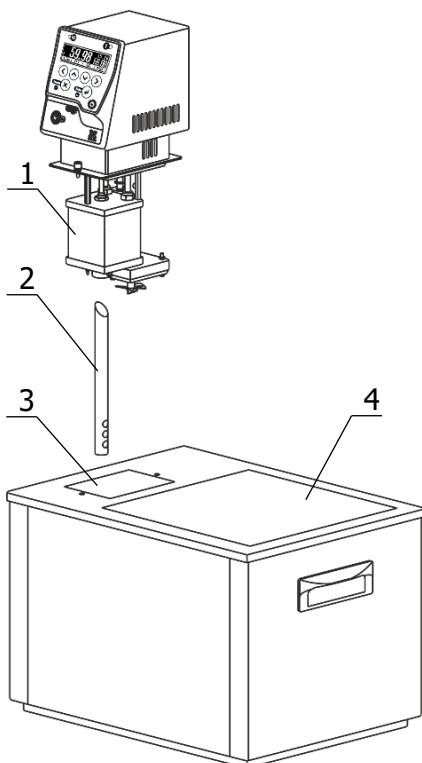

Рисунок 2 — Установка блока регулирования
2.2.3 Вставить выходную трубку 2 (рисунок 2) косым срезом до упора в резервуар 1 так, чтобы выходные отверстия трубы были направлены на переднюю стенку внутренней ванны, как показано на рисунке 3, и зафиксировать трубку винтом. Такое положение выходной трубы обеспечит эффективное перемешивание теплоносителя.
2.2.4 Погрузить блок регулирования температуры в отверстие 3 (рисунок 2) и закрепить его винтовыми фиксаторами на крышке термостата.
2.2.5 Заполнить ванну термостата теплоносителем через отверстие над рабочей зоной 4 (рисунок 2). Температурный диапазон применения теплоносителя должен соответствовать значениям, указанным в 1.2.5. Уровень теплоносителя во внутренней ванне должен быть ниже уровня крышки на 20–30 мм.